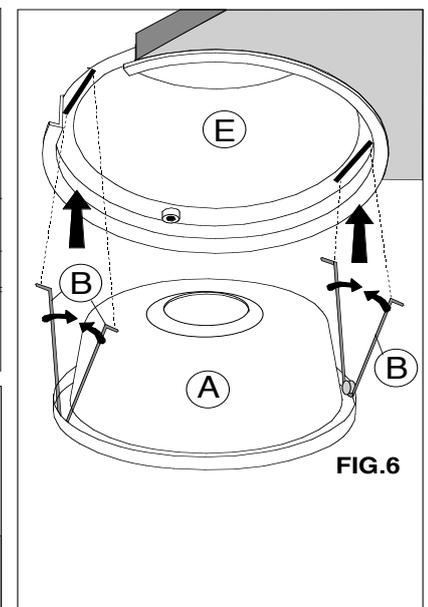

FIG.6
- Rimontare la parabola/anello reggivetto **A** reinfilando le molle **B** nelle apposite cave. **FIG.6**
- Replace the reflector/glass-holder trim **A** putting the springs **B** in the appropriate cavity. **FIG.6**
- Remplacer la parabole/l'anneau porte-verre **A** disposant les ressorts **B** à dans les fentes appropriées. **FIG.6**
- Ersetzen Sie das Reflektor/ Glashalterring **A**, indem Sie einen **B** Federn in die Schlitze. **FIG.6**